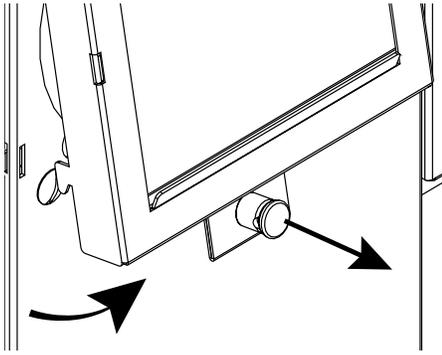

Figura 3. Retiro del deflector del ventilador
3. Ubique el deflector del ventilador en la parte posterior del tostador. Saque el pasador e incline el deflector hacia arriba y lejos del tostador para sacarlo. (Consulte Figura 3)